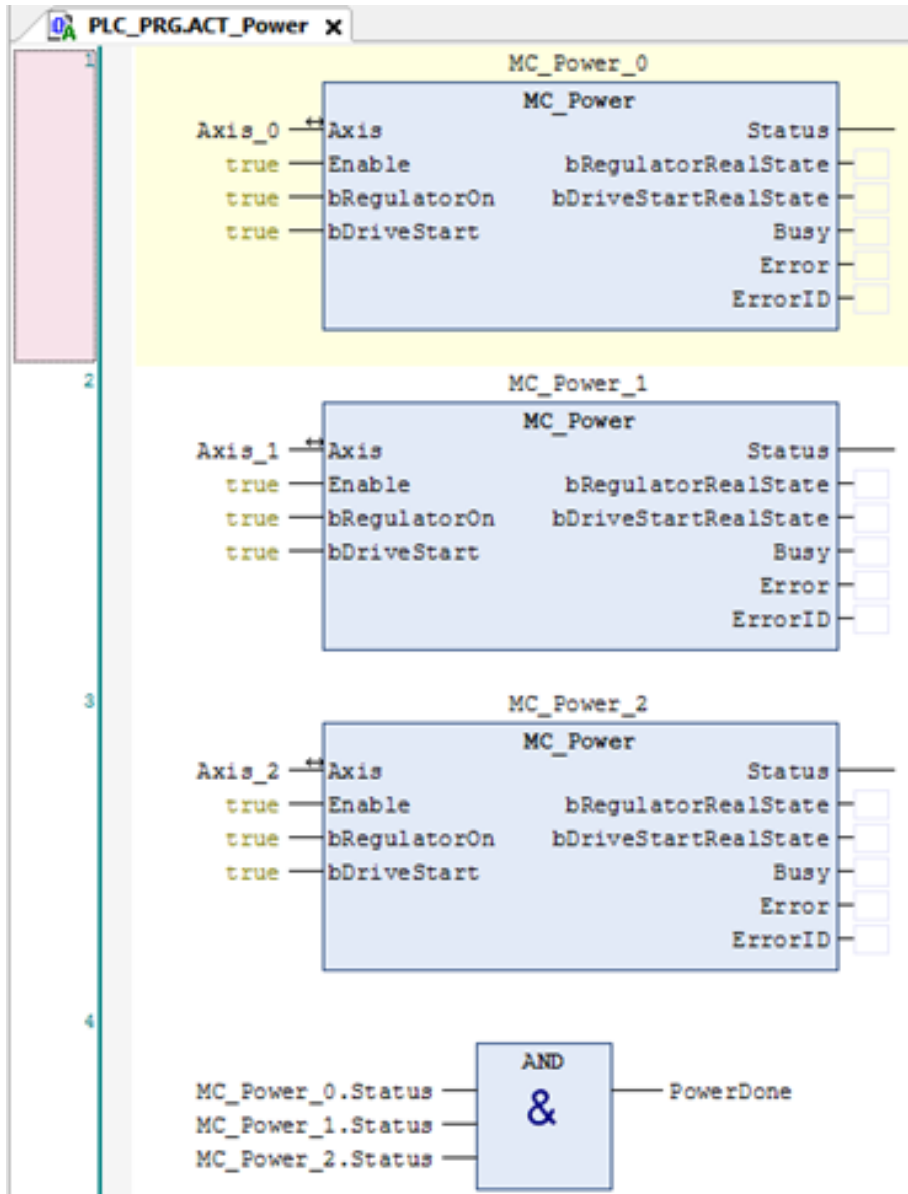

图 6.4 上电初始化模块
- 2) 在主程序 PLC\_PRG 下添加上电使能模块 ACT\_Power、配置电子齿轮模块 ACT\_Gear、脉冲模块 ACT\_Init 和主轴运动模块 ACT\_Move, 如图 6.4~6.6 所示。